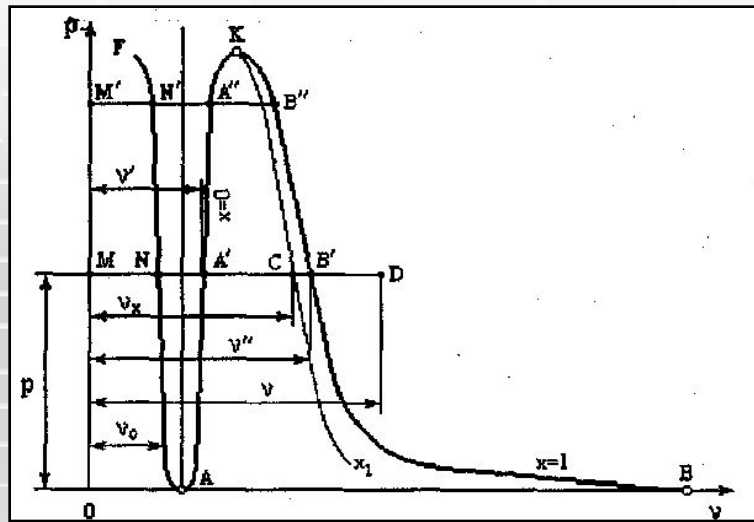
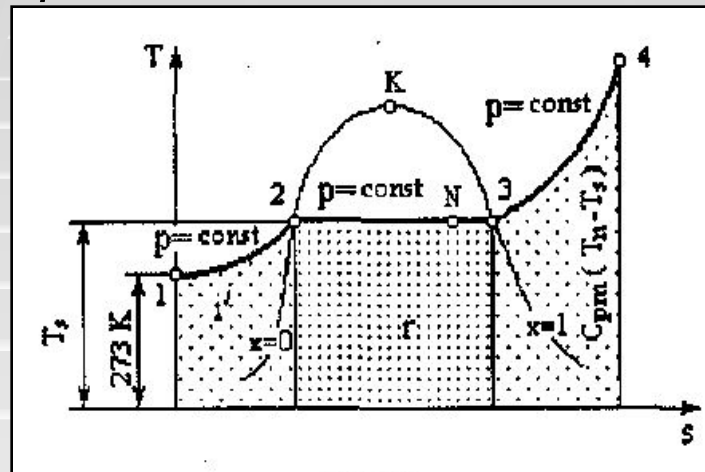

Рис. 5.2
Рис. 5.4
- Кривая, на которой в зависимости от температуры и давления происходит переход из жидкого состояния в газообразное, заканчивается в точке K , называемой критической точкой. В этой точке исчезает физическое различие между жидким и газообразным состоянием вещества. Обоснование наличия критической точки наиболее наглядно можно проследить на pV – диаграмме водяного пара (рис.5.2.).
- На рис. 5.2. представлена фазовая pV – диаграмма, которая представляет собой график зависимости удельного объема воды и водяного пара от давления.
- Между кривыми $x=0$ и $x=1$ расположены кривые промежуточных степеней сухости. Все они исходят из точки К. Одна из таких кривых со степенью сухости $x=x_1$ приведена на рис.5.2.
- Так как удельный объем воды при ее нагреве изменяется незначительно (см. рис.5.2), то можно принять $l' \approx 0$. Тогда из (5.2.) получим $q' \approx u'$. Количество теплоты, необходимое для нагрева воды до температуры кипения, может быть найдено также по формуле $q' = i' - i'_0$, или $i'_0 = 0$, так как $q' = i'_0$, где i' – удельная энтальпия воды при температуре кипения. На графике рис. 5.4 i' определяется площадью под кривой процесса 1–2.
- где c_{pm} – средняя массовая изобарная теплоемкость перегретого пара. Величина q_{Π} в Ts – диаграмме определяется площадью под кривой 3–4 (рис. 5.4). Формула для энтальпии перегретого пара